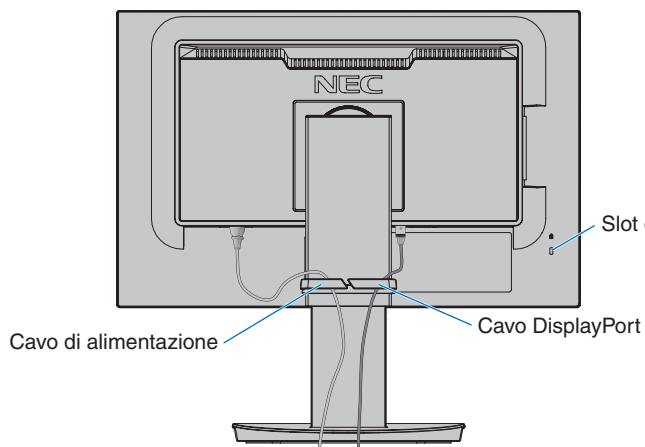
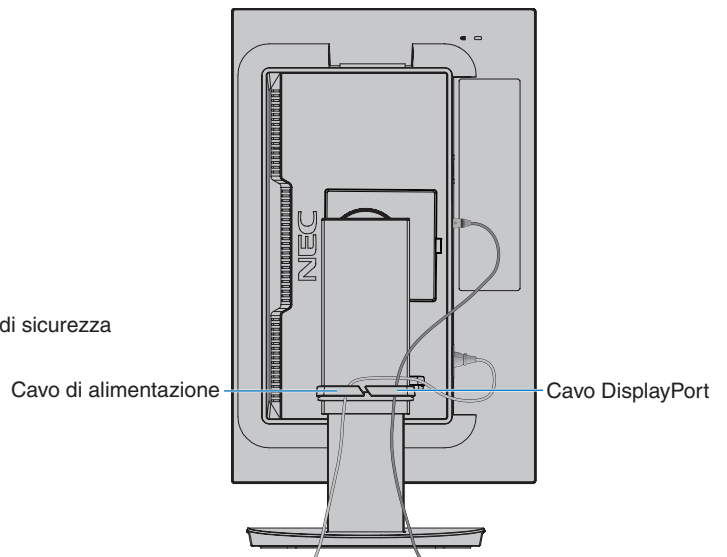

Figura 5
Figura 6
5. Controllare che sia ancora possibile ruotare, sollevare e abbassare lo schermo del monitor dopo aver installato i cavi (**Figura 5 e Figura 6**).